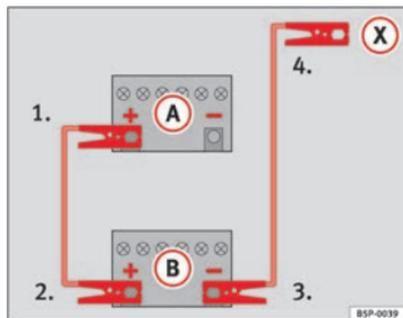

Abb. 150 Schema für das Anklemmen der Starthilfekabel
In der ⇒ Abb. 150 ist **(A)** die entladene Batterie und **(B)** die stromgebende Batterie.
1. Klemmen Sie ein Ende des roten Starthilfekabels an den Pluspol ⇒ Abb. 150 **(+)** des Fahrzeugs mit der entladene Batterie ⇒ ⚠.